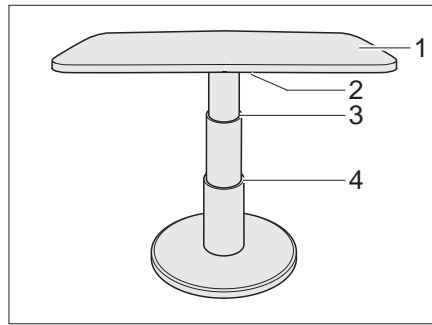

Bild 84 Hubtisch der Rundsitzgruppe
- Den Verriegelungshebel (Bild 84,2) nach links schwenken. Die Verriegelung ist offen.
- Die Tischplatte (Bild 84,1) in der Mitte bis zum gewünschten Anschlag (Bild 84,3 oder 4) nach unten drücken und gedrückt halten.